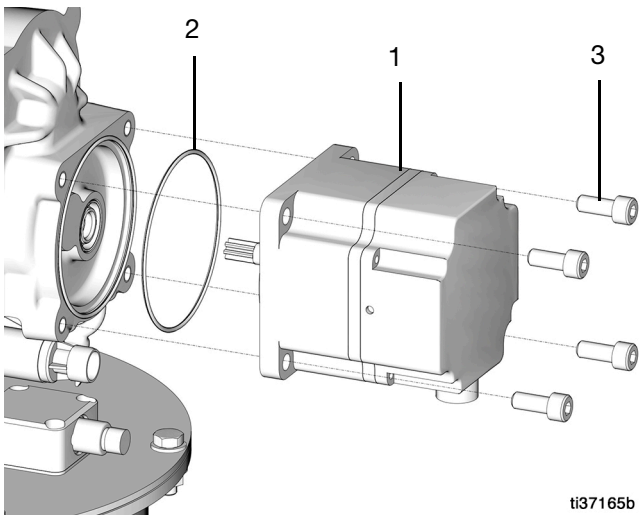

FIG. 25
3. Desserrez et retirez les quatre boulons (3) qui tiennent le moteur (1) à la pompe, puis retirez le moteur (1) et le joint torique (2) (FIG. 25).